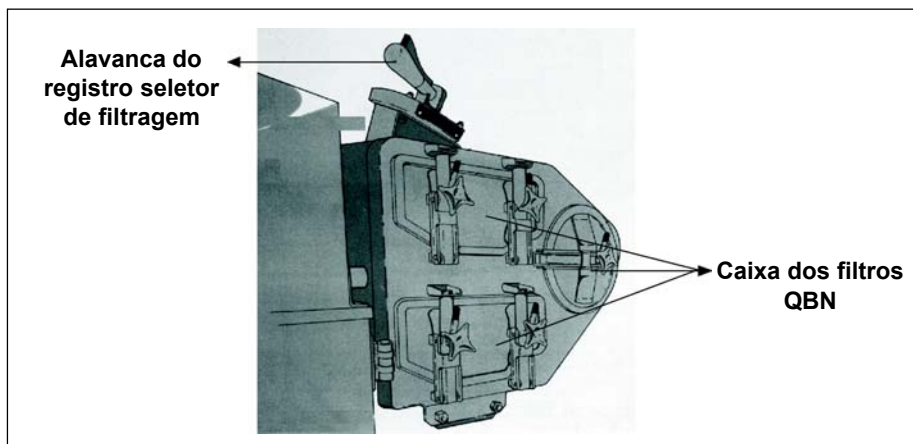

Fig 8-26. Alavanca do registro seletor de filtragem
f. Alavanca do registro seletor de filtragem - permite selecionar as filtrações normal ou QBN. (Fig 8-26)